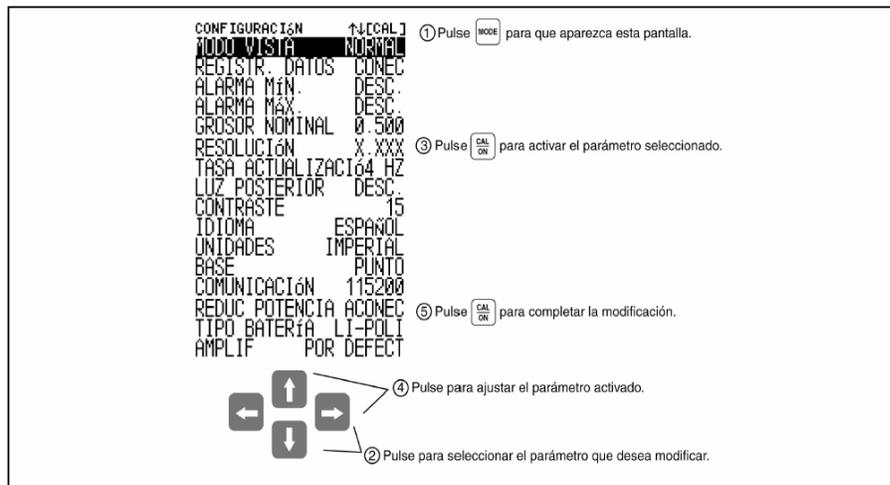

Figura 3-3 Modificar los ajustes del aparato
Antes de comenzar a medir espesores de pared, tiene que llevar a cabo algunos de los siguientes ajustes (o todos). Utilice para ello la pantalla de configuración. Figura 3-3.
Paso 1: Presione  varias veces para ir a la pantalla (vea la Figura 3-3).
Paso 1: Presione para acceder a la pantalla de configuración (vea la Figura 3-3)